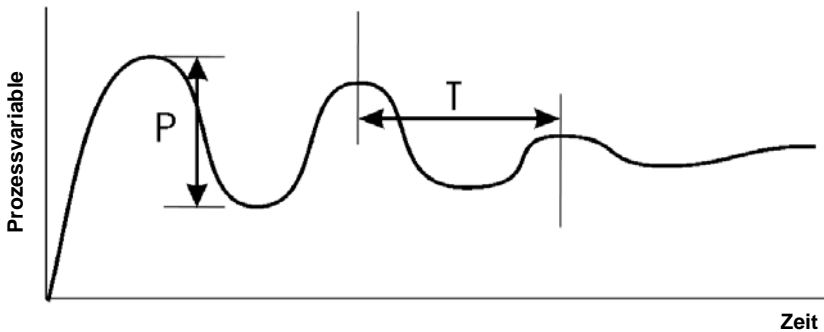

Bild 35 - Manuelle Regelungsabstimmung
1. Stellen Sie den Sollwert (SP) auf den normalen Betriebswert ein (oder auf einen niedrigeren Wert, falls ein zu starkes Überschießen des Istwertes für den Prozess schädlich sein könnte).
2. Wählen Sie EIN / AUS-Regelung (d.h. Einstellung $Pb_P = 0$, Porportionalband (PB) = 0%).
3. Starten Sie den Prozess. Die Prozessvariable bzw. der Istwert "schwingt" um den Sollwert herum. Beachten Sie (a) die Spitze zu Spitze -Abweichung im ersten Zyklus, d.h. den Unterschied zwischen dem höchsten Wert beim ersten Überschwingen und dem niedrigsten Wert beim ersten Unterschwingen, und (b) den Zeitwert dieser Schwingung (T) in Minuten. Siehe auch Bild 35 - manuelle Einstellung.